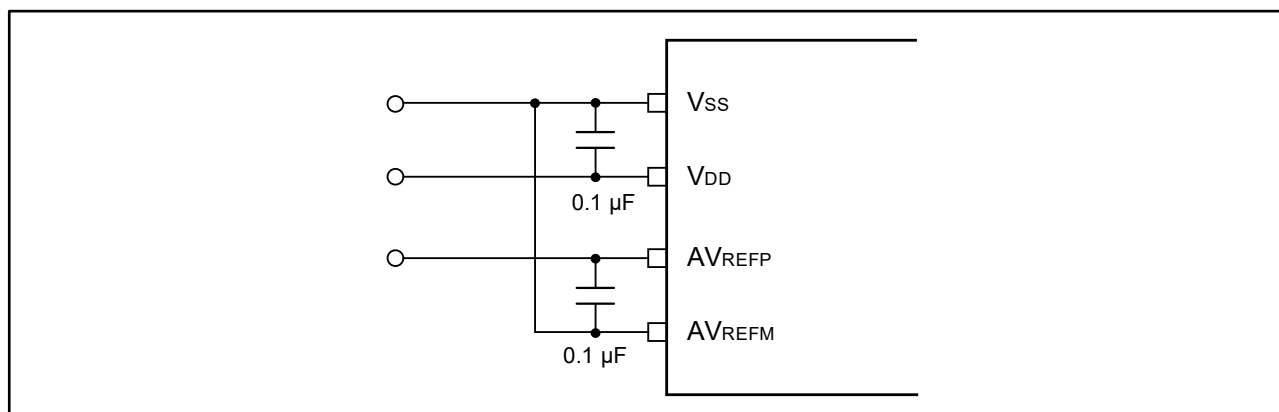

図 10. アナログ電源端子の接続例
- (1) 電源には等価抵抗が小さく、周波数応答のよいコンデンサを接続してください
- (2) アナログ入力源の出カインピーダンスが高いほど影響が大きくなりますので、ノイズを低減するために図 10 のようにコンデンサ C を外付けすることを推奨します
- (3) 変換中においては、他の端子とスイッチングしないようにしてください
- (4) 変換開始直後に HALT モードに設定すると、精度が向上します